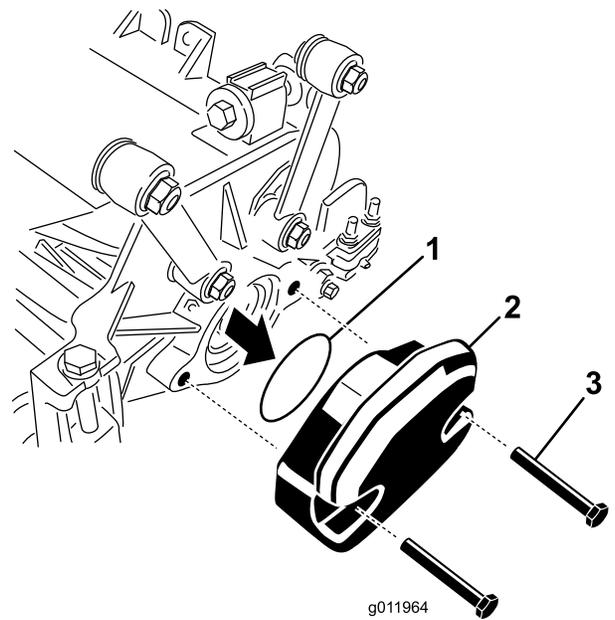

図 23
- 2. 右側カッティングユニットの内側端部からウェイトとリング。図 23 を取る。